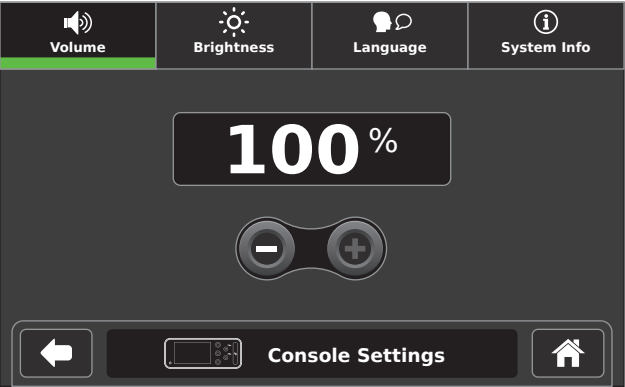

Figure 13 – Écran paramètres console
- 2. Appuyer sur l'onglet de menu applicable pour gérer les paramètres console selon les besoins (Figure 13):